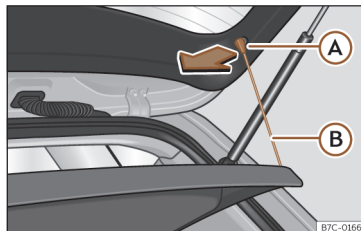

Fig. 173 Na bagageira: desmontar e montar a chapeleira.
- Desengate os tirantes de fixação >>> **Fig. 173** **B** dos alojamentos **A**.
- Engate os tirantes de fixação >>> **Fig. 173** **B** na porta da bagageira.